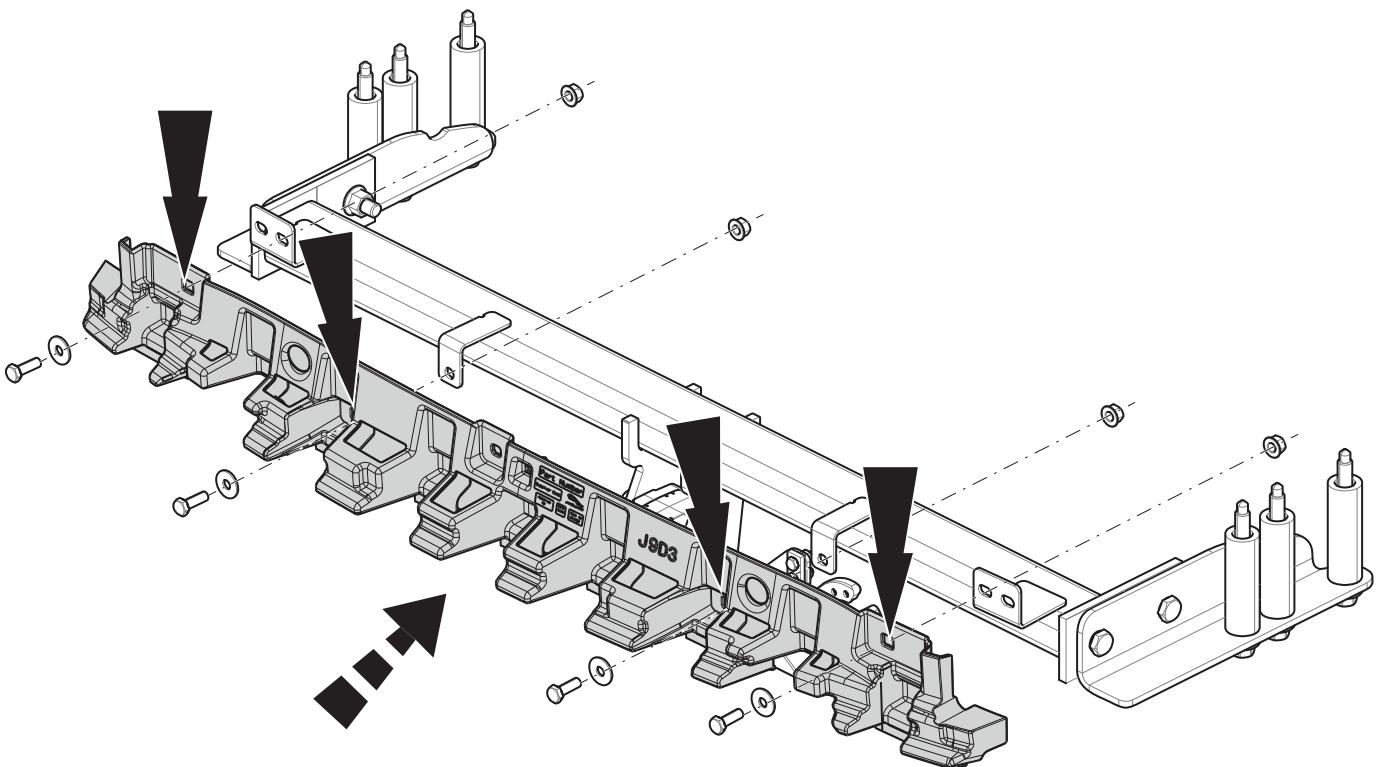

Fig. 2
6. Установить указанные детали в точках H, затянув крепежный материал не до конца. См. рисунок 2.